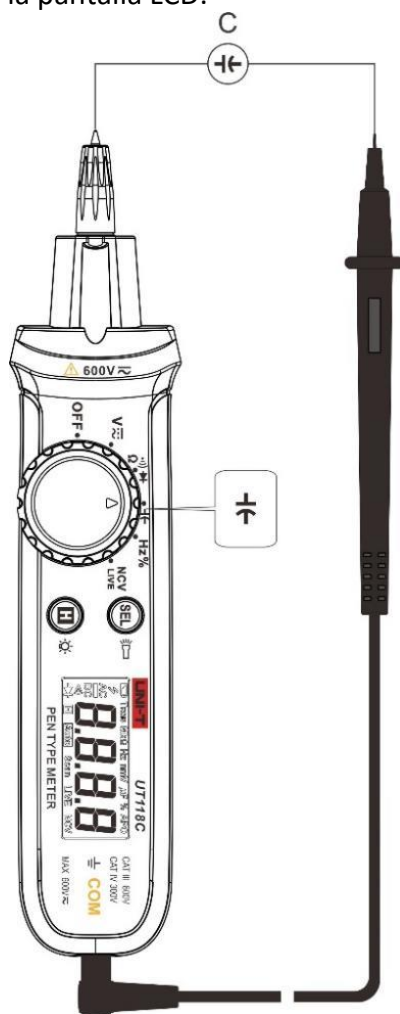

Figura 5
11.3 Medición de la capacitancia (Figura 5)